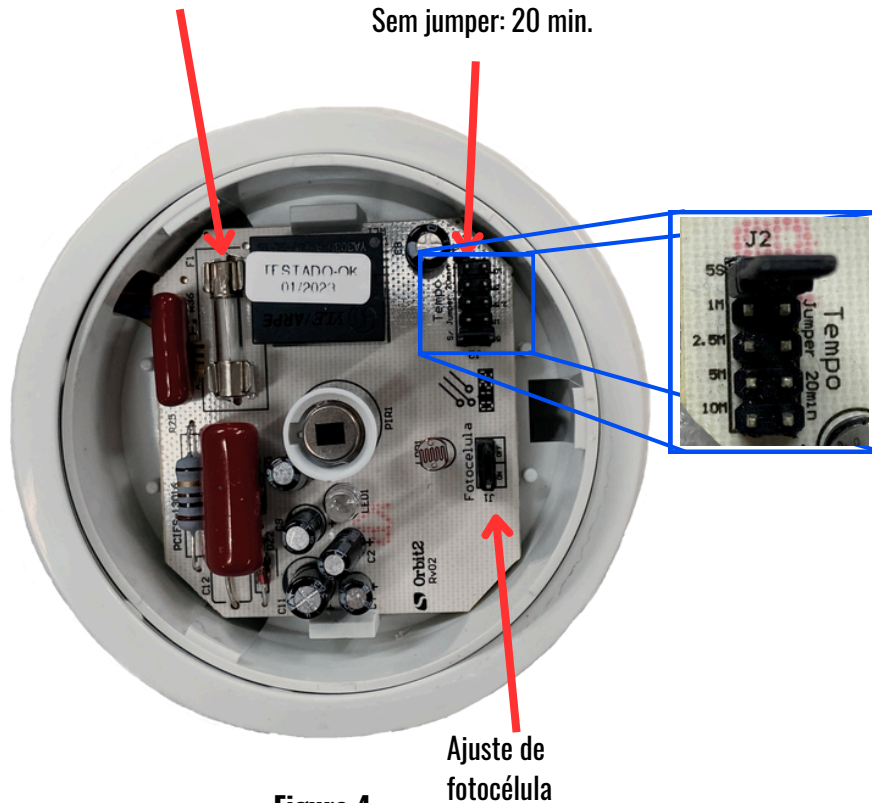
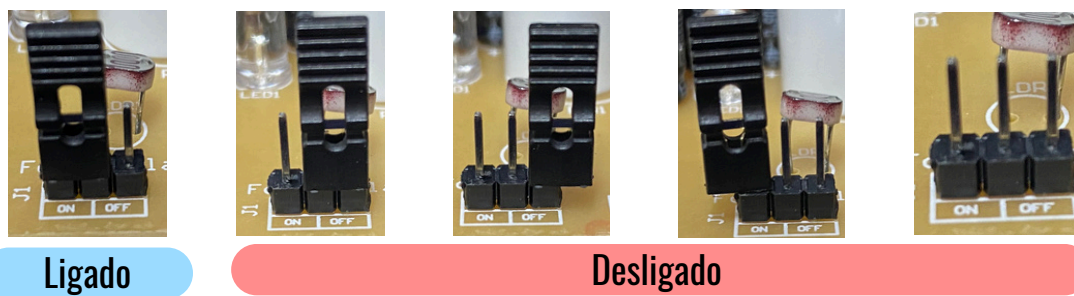

Figura 4
Figura 5
8. Mantenha o jumper do tempo no mínimo (figura 4) e a fotocélula desligada (figura 5);
10. Ajuste o tempo conforme a figura 4;
- Ligue a fotocélula de acordo com a figura 5;